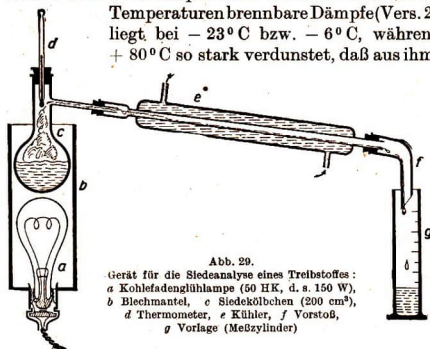

Abb. 29.
5. Im Gerät der Abb. 29 werden 100 cm3 Treibstoff destilliert und das Destillat in einem Meßzylinder aufgefangen. Sobald 5 cm3 Benzin überdestilliert sind, liest man die zugehörige Siedetemperatur ab und wiederholt die Ablesungen immer